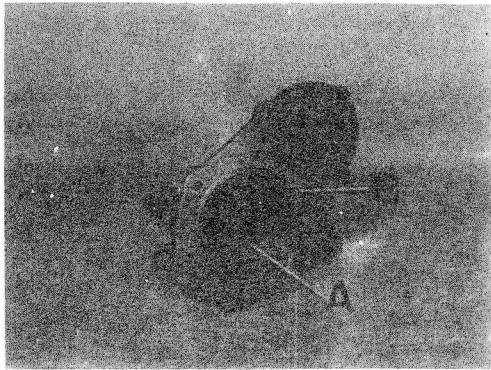

Fig. C1-77 Tapa delantera
- 1.5. Extraer el retén, A (Fig. C1-77) de aceite del interior de la tapa delantera, B.
1. Verificar la tapa delantera por si presenta desgaste o deterioro, prestando especial atención a la superficie de apoyo en el cárter de embrague (Fig. C1-77).
- 3.1. Montar un nuevo retén, A (Fig. C1-77) en el alojamiento de la tapa delantera, - posicionándolo con el labio de cierre hacia la cara de apoyo en el cárter de em brague.